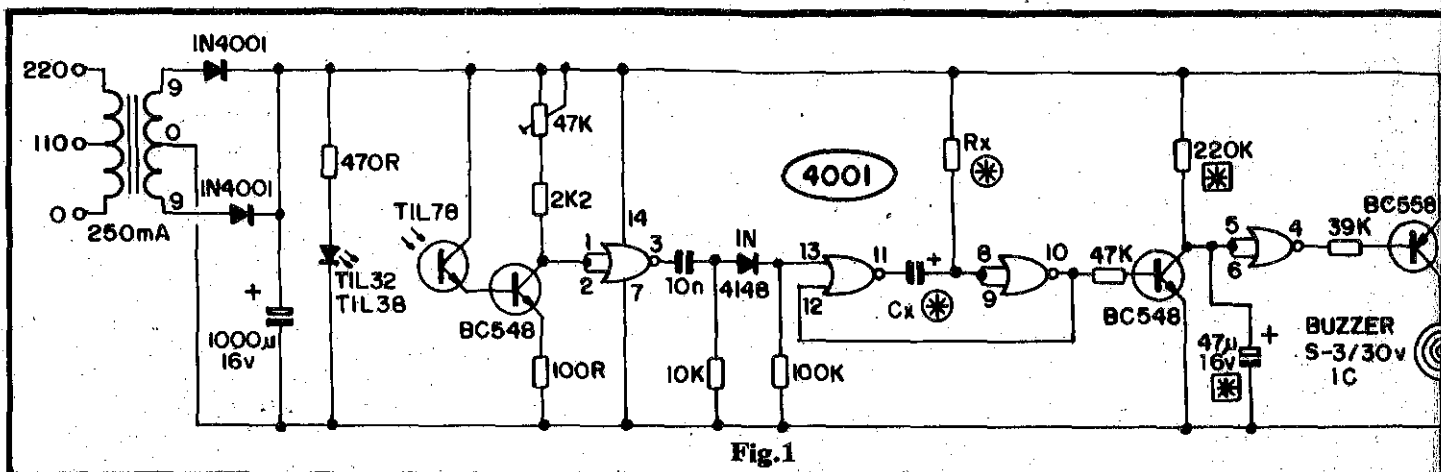

Fig.1
- FIG. 1 - O CIRCUITO - Sem nenhuma "figurinha difícil" em termos de componentes, o arranjo circuitual do ANARO é uma verdadeira obra prima de simplicidade e eficiência: uma fonte própria, convencional, alimenta o circuito com transformador (secundário de 9-0-9V x 250mA), diodos (1N4001) de retificação e capacitor eletrolítico de "armazenamento" e filtragem (1000u - 16V). O sistema de sensoramento, "sem contato físico", é feito por métodos opto-eletrônicos: um LED (diodo emissor de luz) infra-vermelho, tipo TIL32 ou TIL38, protegido por resistor de 470R, funciona como "emissor de feixe", enquanto que um foto-transistor tipo TIL78 trabalha na "recepção" do reflexo luminoso invisível (mais detalhes da parte puramente ótica, no final...). O TIL78 está arranjado em Darlington com um transistor "universal", BC548, de modo a obter-se o maior ganho possível, assegurando a sensibilidade do sistema... "Carregado" em emissor por um resistor de 100R, e em coletor por um conjunto formado de resistor fixo de 2K2 e trim-pot de 47K (através do qual a sensibilidade pode ser ajustada exatamente para as